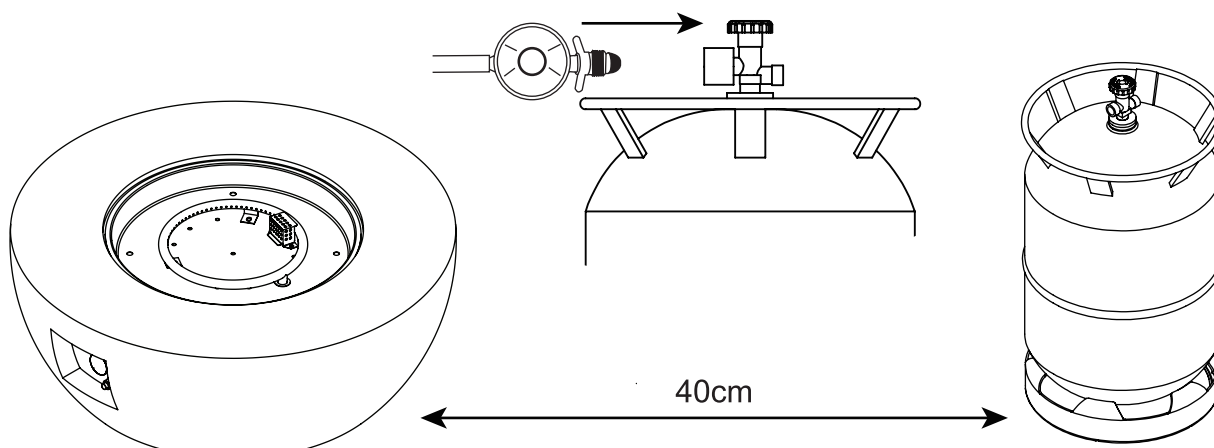

Figure 3
4. Připojte regulátor k ventilu láhve a pevně utáhněte (viz Figure 3).